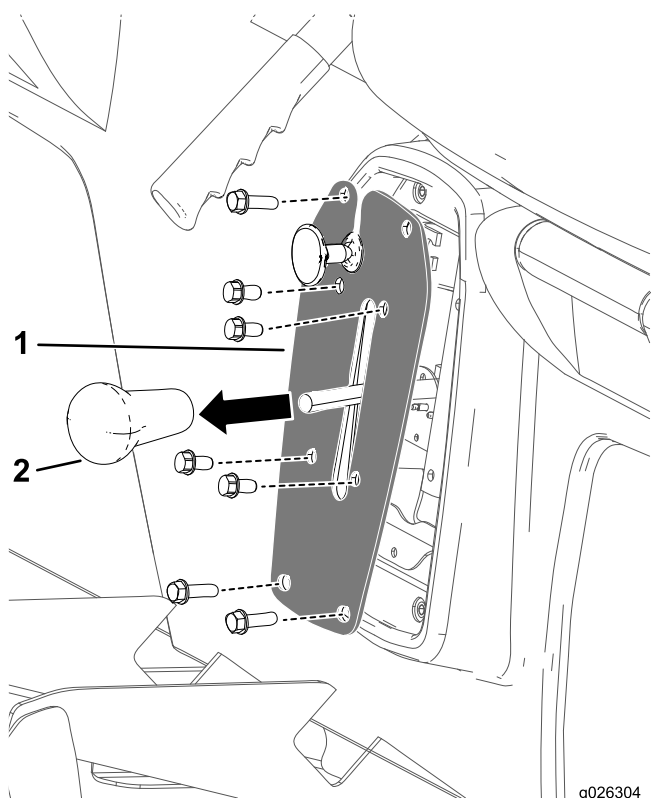

Рисунок 1
1. Снимите рукоятку с рычага переключения передач (Рисунок 1).
2. Открутите 4 болта крепления пластины переключения передач к консоли механизма переключения передач (Рисунок 1).
3. Открутите 4 болта крепления пластины переключения передач к основанию сиденья и снимите пластину переключения передач (Рисунок 1).